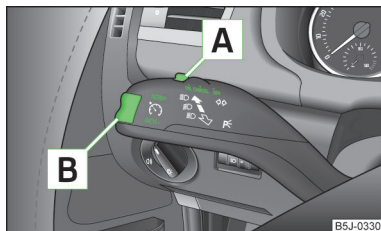

Fig. 114
- Pulse el conmutador **A** » fig. 114 a la posición **ON**.
- Presione el balancín **B** » fig. 114 de la página 121 a la posición **RES**.
- La velocidad memorizada se puede **reducir** presionando el balancín **B** » fig. 114 de la página 121 en la posición **SET**.
La velocidad también se **desconecta temporalmente**, pulsando el interruptor **A** » fig. 114 de la página 121 en la posición de suspensión elástica **CANCEL** o bien el pedal de freno o de embrague.
► Pulse el conmutador **A** » fig. 114 de la página 121 desplazándolo hacia la derecha a la posición **OFF**.